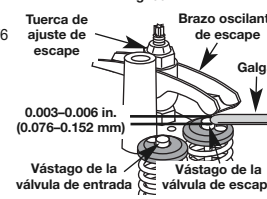

Fig. 37
- Deslice la galga entre el brazo oscilante y el resorte de retorno de la válvula. Mida el huelgo entre el vástago de la válvula y el brazo oscilante (Fig. 37). Realice esto en las válvulas de entrada y de escape
- Gire la tuerca de ajuste con una llave de 5/16 pulgadas (8 mm) o una guía de tuercas (Fig. 37).